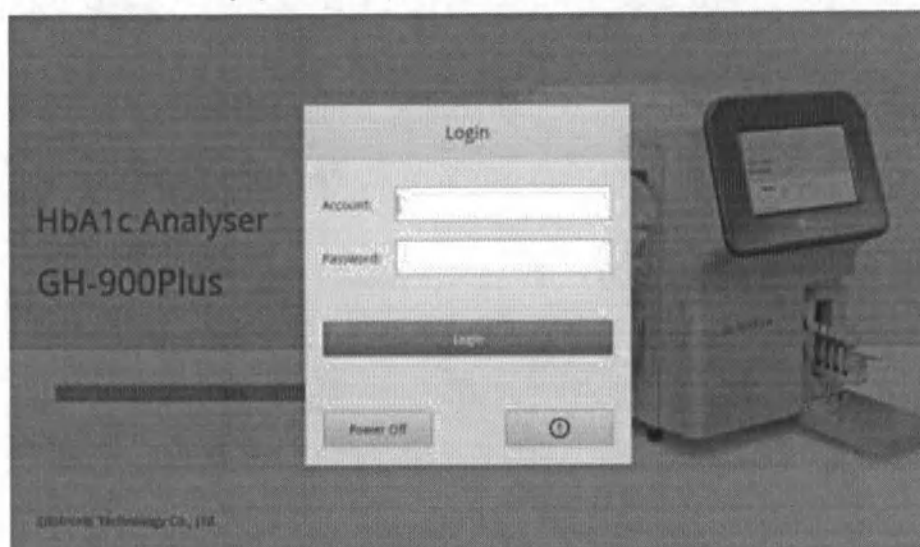

Рис. 5.3.2 Интерфейс входа в систему
- 3.После выполнения процесса самопроверки и очистки отобразится интерфейс входа в систему (Рис. 5.3.2), затем пользователь войдет в систему.